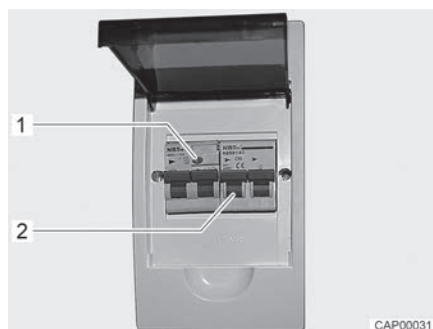

Bild 92 230 V-säkringslåda med ledningsskyddsbrytare och FI-brytare
En jordfelsbrytare (FI-brytare) i säkringslådan skyddar hela fordonet mot läckström (0,03 A). Den efterkopplade ledningsskyddsbrytaren (10 A) (Bild 92,2) säkrar 230 V-nätet.
- När fordonet är anslutet till 230 V-försörjningen: Tryck på kontrollknappen (Bild 92,1). Jordfelsbrytaren måste lösa ut.